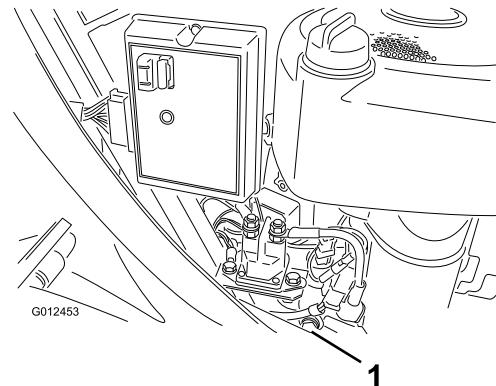

Figura 24
- Retire o tampão de escoamento para que o óleo escorra (Figura 24).